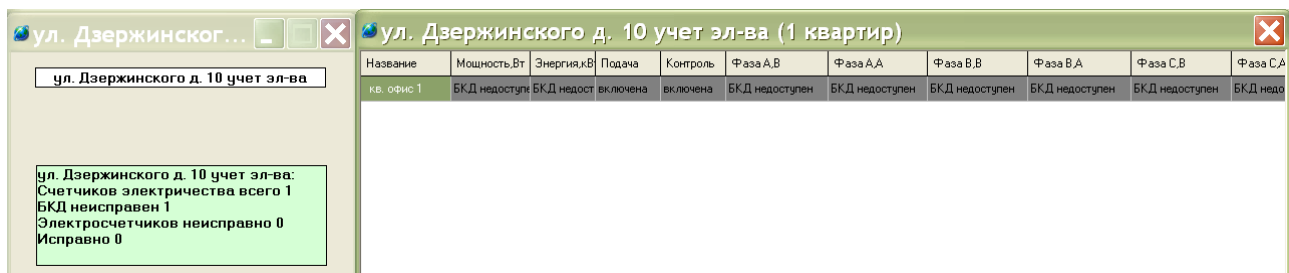

Рисунок 85
6) Временно отключить цепь электропитания преобразователя интерфейсов БПДД-RS. Длительность отключения должна превышать заданный период обновления информации в системе. Проверить формирование сообщения «БКД недоступен» в строках с номерами тех квартир, которые подключены к проверяемому БПДД-RS (рисунок 85). В главном окне проверить появление сообщения о количестве неисправных электросчетчиков «БКД неисправен» по причине отказа БПДД-RS.